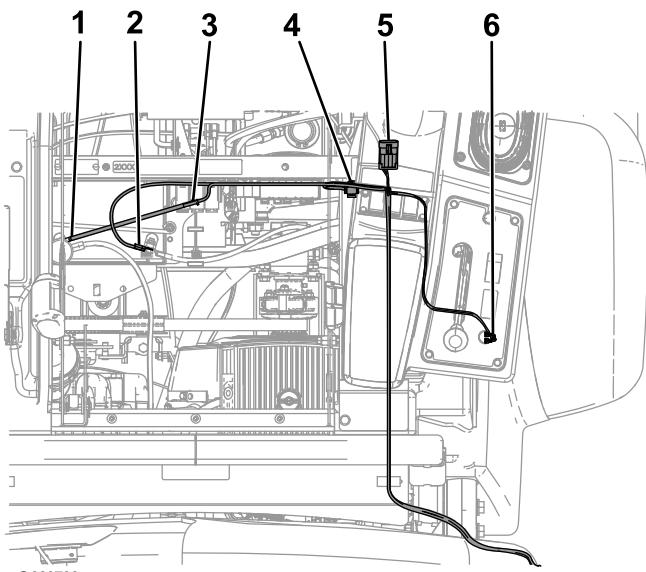

Figura 4
- Conecte el botón del carrete de la manguera al arnés de cables, e instale el botón y el conector estanco en el panel trasero de la consola (Figura 4).
- Enchufe el conector más próximo en el conector del carrete de la manguera del arnés de cables principal, situado debajo de la porción delantera del brazo de control (Figura 4).
- Conecte el eslabón fusible al cable rojo que está conectado al borne positivo (+) de la batería (Figura 4).
- Conecte el extremo más lejano del arnés de cables a la conexión de tierra del bloque de fusibles (Figura 4).